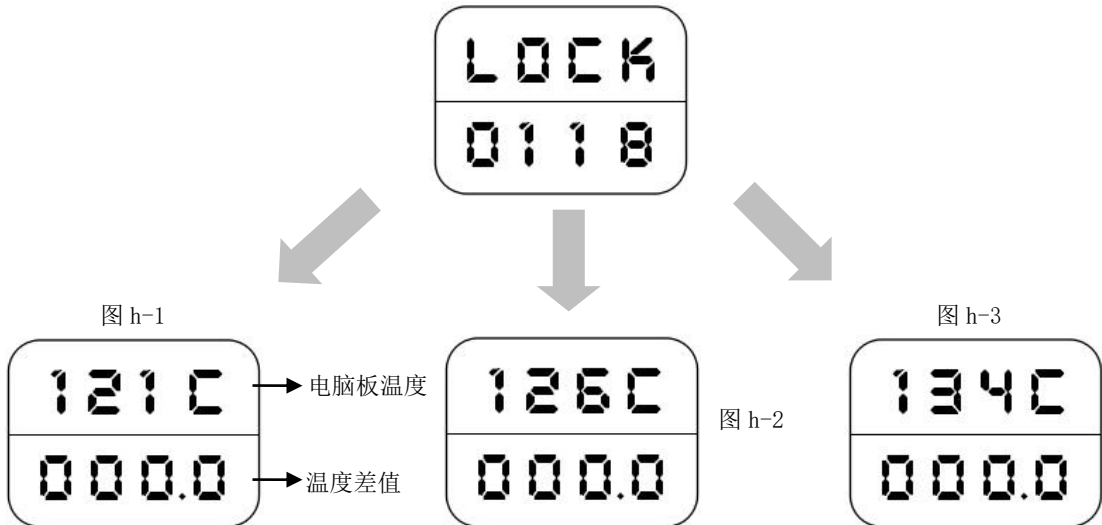

图 h-1
(2) 长按功能设定键 5 秒以上, 将“LOCK: 0001”改为“LOCK: 0008”(图 e)后, 按设定键使屏幕显示为(图 g), 该界面表示干燥管比率为 100%, 该数值可用按▲▼键进行修改。**注:** 该范围为 50%~100%。
**G:** 长按功能设定键 5 秒以上, 将“LOCK: 0001”改为“LOCK: 0118”(见图 h)后, 再按设定键使屏幕显示为(图 h-1)在该界面可修正压力表与电脑板的温度误差; 按◀▶键移动光标至所需修改的参数或按设定键进行翻页(见图 h-2 和图 h-3), 再按▲▼键进行数值调整。